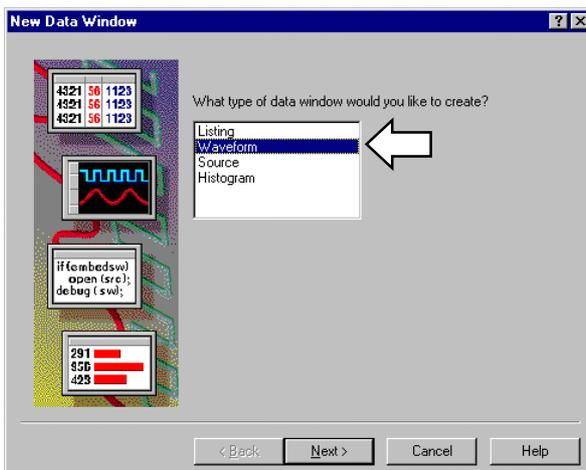

図 3-15 : [New Data Window]ウィザードの最初の画面
1. メニューバーの[Window]メニューから、あるいはツールバーの<New Data Window>ボタンをクリックし、図 3-15 の[New Data Window]ウィザードを起動します。